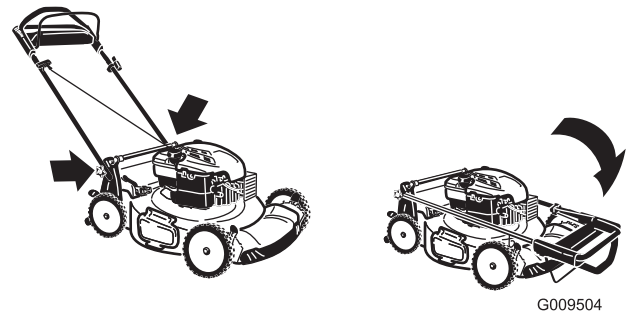

Figure 32
2. Pliez la moitié supérieure du guidon en avant de la manière indiquée (Figure 32).